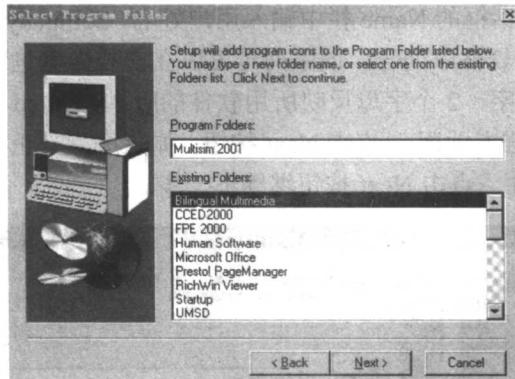

图 1-9 Select Program Folder 对话框
(5) 在 Select Program Folder 对话框中指定程序文件夹的名称，如图 1-9 所示。默认名称为 Multisim 2001，一般情况下不需要改动，点击 Next 按钮后，安装程序继续执行。